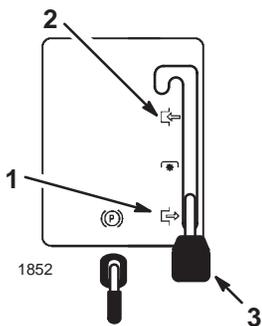

Figure 8
3. Mettez la commande des lames (PdF) en position débrayée (Fig. 8).